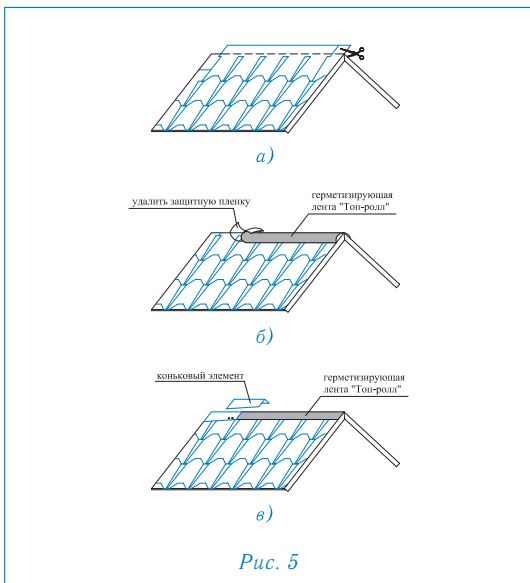

Рис. 5
Конек (рис. 5)
- Верхний ряд черепицы доводится до линии конька (ребра), выступающие части листов обрезаются (рис. 5а);
- линии коньков и ребер герметизируются специальной самоклеящейся лентой «Топ-ролл» (рис. 5б);
- далее устанавливаются внахлест специальные коньковые элементы (направление укладки по преимущественному направлению ветра), рис. 5в. Каждый коньковый элемент плотно прижимается к основанию кровли и фиксируется 4 гвоздями длиной 35 мм, которые перекрываются следующим коньковым элементом;